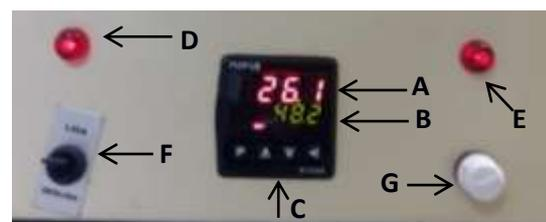

Figura 2: Painel de controle do Banho Maria com Agitação
- 1.5.1. Visor superior - temperatura atual (números vermelhos) – indica a temperatura atual do equipamento (Figura 2.A).
- 1.5.2. Visor inferior - temperatura programada (números verdes) (Figura 2.B).
- 1.6.1. Teclas para programar a temperatura (Figura 2.C)
- 1.6.2. Lâmpada de aquecimento (Figura 2.D)
- 1.6.3. Lâmpada de agitação (Figura 2.E)
- 1.6.4. Chave geral (Figura 2.F)
- 1.6.5. Botão para regular a agitação (Figura 2.G)
2.5. Acione a chave geral (Figura 2.F), para ligar o equipamento, levantando-a. A luz indicativa de aquecimento se acenderá (Figura 2.D). Aguarde a inicialização do equipamento, neste momento o visor exibirá a versão do *software*.
2.6. Observe a temperatura programada pelo visor verde do painel de controle (Figura 2.B). Caso, não seja a temperatura desejada pressione as teclas ▲ e ▼, do controlador (Figura 2.C) para aumentar ou diminuir o valor da temperatura (a temperatura pode ser programada em intervalos entre 0 ° e 100 °C, todavia o valor selecionado deve ser superior a temperatura ambiente).
2.7. Aguarde a estabilização da temperatura atual observando o visor superior do painel de controle (Figura 2.A).
2.9. Para utilizar a agitação gire o botão do agitador (Figura 2.G) no sentido horário, uma luz se acenderá (Figura 2.E) e um sinal sonoro será emitido.
2.10. Para desligar gire o botão (Figura 2.G) no sentido anti-horário.
2.11. Para desligar o equipamento desligue a agitação, girando o regulador de agitação (Figura 2.G) no sentido anti-horário.
2.12. Desligue o equipamento na chave geral (Figura 2.F) e retire o equipamento da tomada.